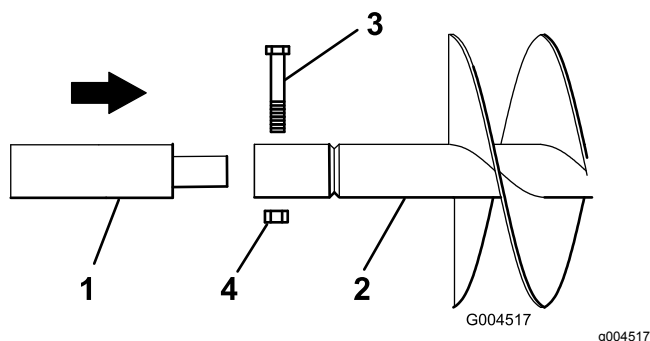

Figure 6
6. Si vous utilisez une rallonge avec la tarière, insérez l'extrémité de la rallonge à l'extrémité de la tarière et fixez-les ensemble avec un boulon ($\frac{7}{8}$ " x $4\frac{1}{2}$ ") et un écrou ($\frac{7}{8}$ "), comme montré à la Figure 6.